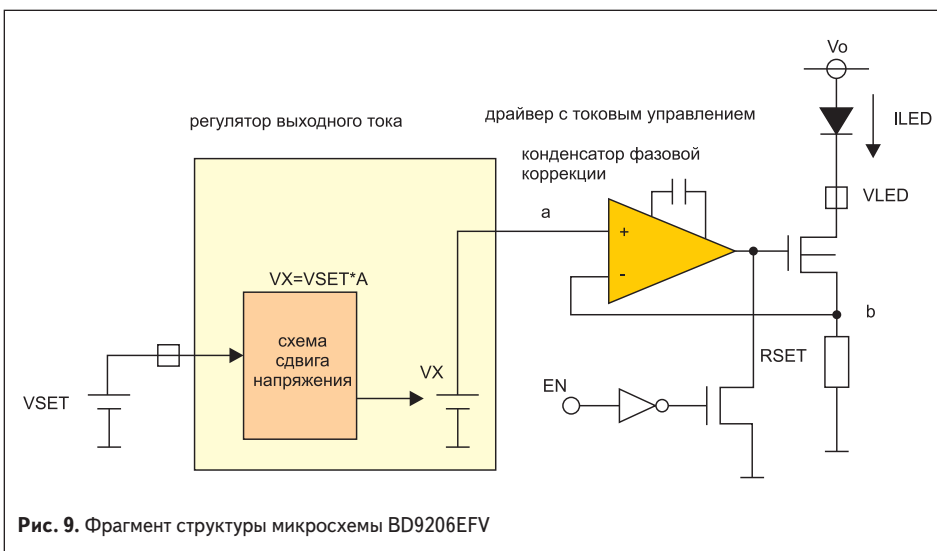

Рис. 9. Фрагмент структуры микросхемы BD9206EFV
- Токковые драйверы поддерживают постоянными предварительно установленные выходные токи каналов микросхемы. Функционирование драйверов иллюстрируется схемой одного из каналов, приведенной на рис. 9. Датчиком тока каждого драйвера является резистор RSET, подключенный к инвертирующему входу ОУ канала. Выходной ток в цепи светодиода определяется по формуле: